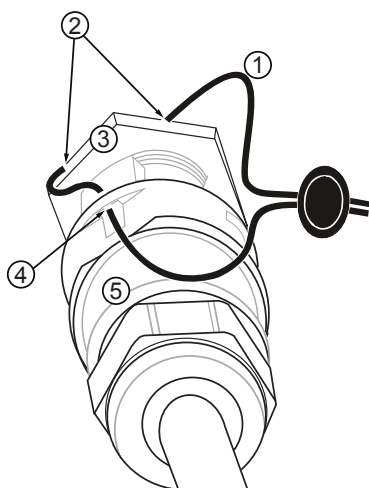

Fig. 11: Piombare il collegamento CA con filo di piombatura
4. Piombare il collegamento CA se necessario. A tale scopo far passare il filo di piombatura ① attraverso il controdado ③ della presa CA sull'inverter e attraverso un'apertura ④ nella controspina ⑤ (il controdado è fornito di un apposito foro ②); vedere Fig. 11.